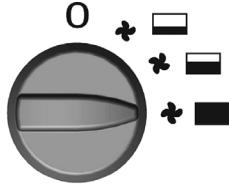

FIG. 3
- Fig.: 3** – Maximale capaciteit